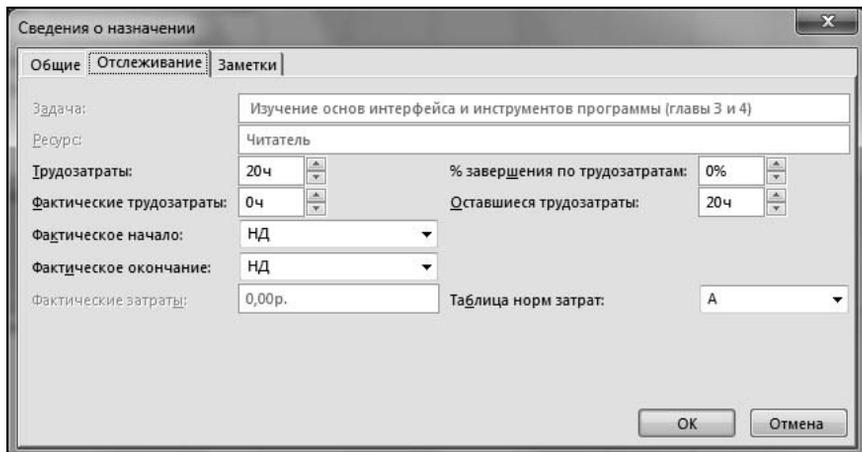

Рис. 4.58. Окно **Сведения о назначении**, вкладка **Отслеживание**
4. Вкладка **Отслеживание** (рис. 4.58) во многом похожа на вкладку **Общие** (см. рис. 4.57), но в отличие от нее предназначена в основном для отслеживания хода и результатов работ.